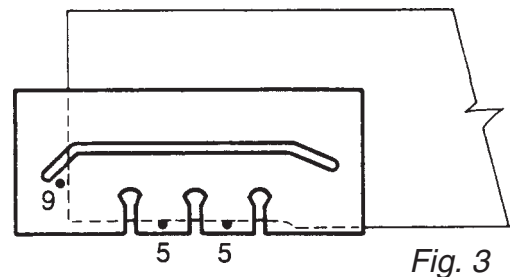

Fig. 3
3. Placez le gabarit sur le plan de travail selon fig. 3, de sorte que les pointes n° 5 soient posées contre la jonction et la pointe n° 9 soit posée contre le côté gauche du plan de travail.